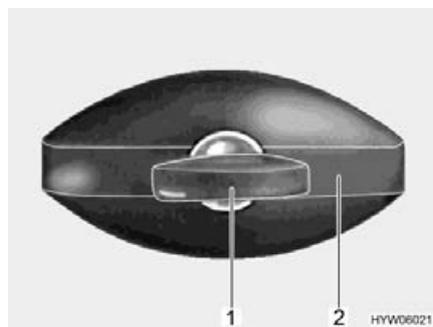

Bild 78 Klappenschloss (ellipsenförmig, verschlossen)
- Schlüssel in Schließzylinder (Bild 78,1) stecken und eine viertel Umdrehung entgegen dem Uhrzeigersinn drehen. Schlossgriff (Bild 78,2) schnappt heraus.